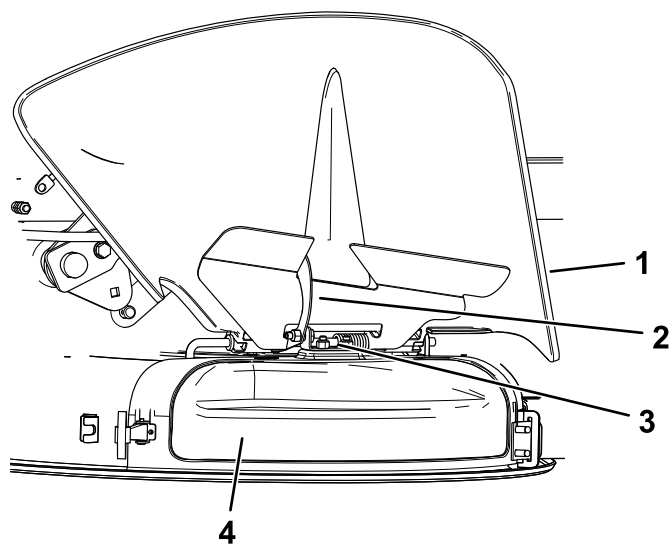

Figura 15
- Suelte el cierre en forma de gancho situado encima de la tapa de descarga de la varilla (Figura 15).
5. En la parte superior de la tapa de descarga, enganche el cierre en forma de gancho alrededor de la varilla del deflector (Figura 15).